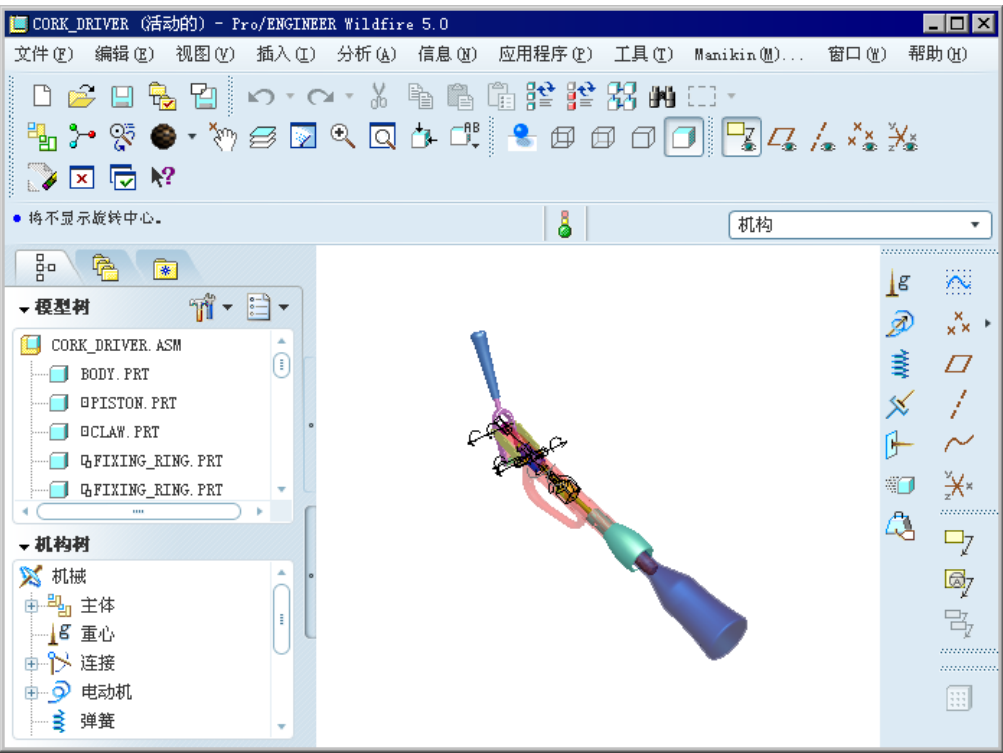

图 12.1.1 机构模块界面
Step2. 进入机构模块。选择下拉菜单 **应用程序(E)** → **机构(E)** 命令，即进入机构模块，此时 Pro/ENGINEER 界面如图 12.1.1 所示。